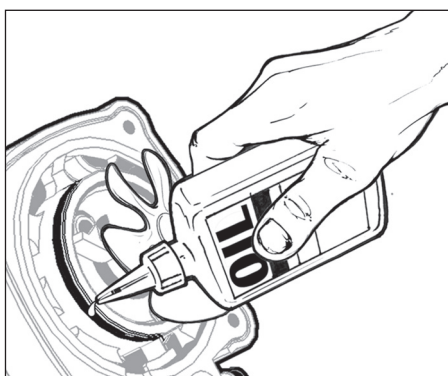

Figure 9
5. Réinstaller le joint torique et le lubrifier entièrement avec l'huile fournie dans l'étui. S'assurer que l'huile est appliquée uniformément autour de l'intégralité du joint torique (voir la figure 9). Utiliser un chiffon propre pour essuyer tout excédant d'huile.